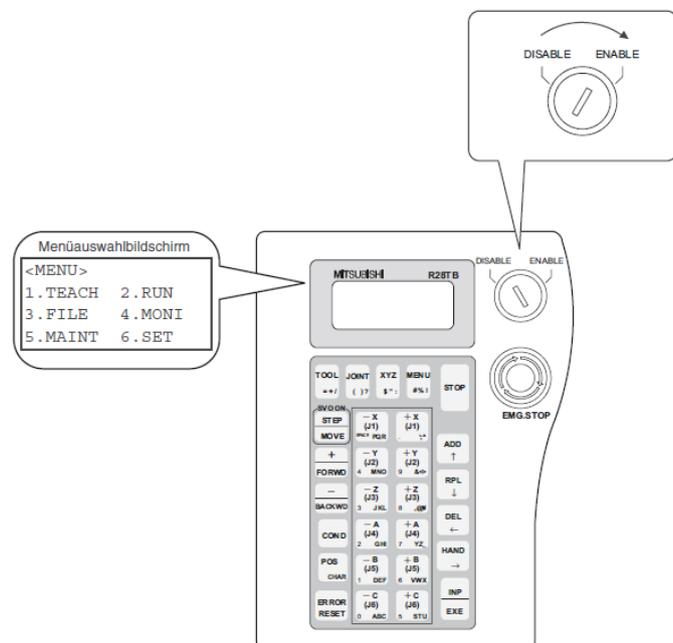

Abbildung 2: Abbildung der Teachingbox für die Handbedienung
2. Das aufkommende Menü entspricht dem der Abbildung 2.